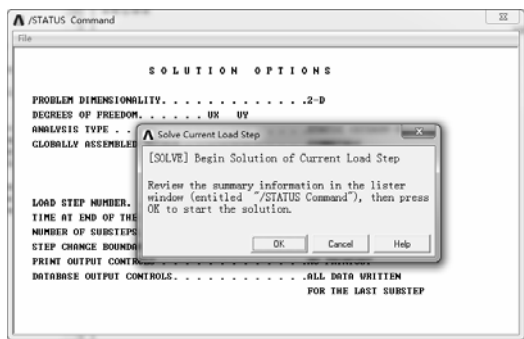

图 6-74 求解信息窗口
- 1) 选择 “Main Menu>Solution>Solve>Current LS” 命令，弹出图 6-74 所示的求解信息窗口，其中 “/STATUS Command” 窗口显示所要计算模型的求解信息和载荷步信息。